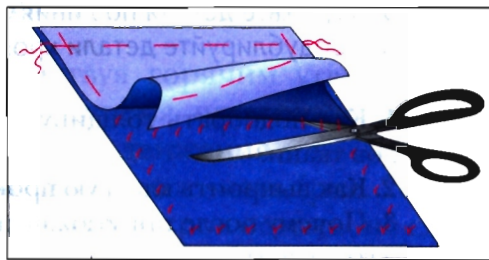

Рис. 24. Разрезание стежков
3. Разъединить детали края, растягивая нитки. Разрезать нитки-перемычки посередине между слоями ткани (рис. 24).